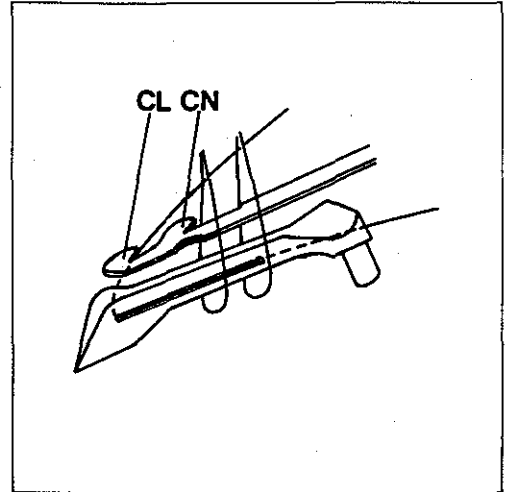

Fig. 58
When the lower knife swings back to the right, the looper thread must be caught by cutting edge (CL, Fig. 58) and the needle threads by cutting edge (CN) and drawn to the upper knife for cutting.
Wenn das Untermesser nach rechts zurück schwenkt müssen der Greiferfaden von der Schneide (CL, Fig. 58) und die Nadelfäden von der Schneide (CN) eingefangen und zum Abschneiden zum Obermesser gezogen werden.